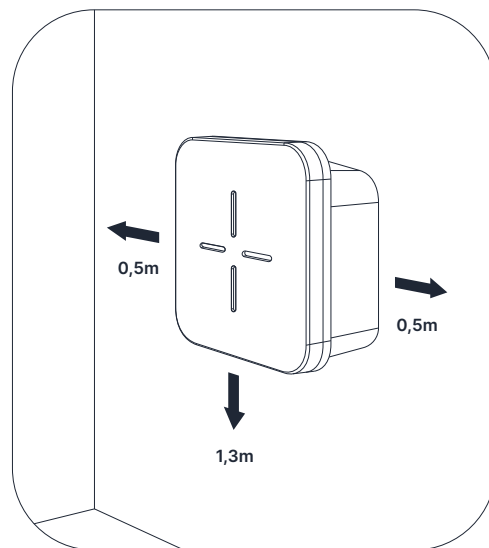

Abb. 13 - Freiraum um die Ladestation bei der Wandmontage
- Vergewissern Sie sich, dass genügend Platz für die Installation der Ladestation vorhanden ist (siehe Kapitel **4.5 Allgemeine und Montagemaße** und **Abb. 13 - Abstand um die Ladestation bei Wandmontage**);